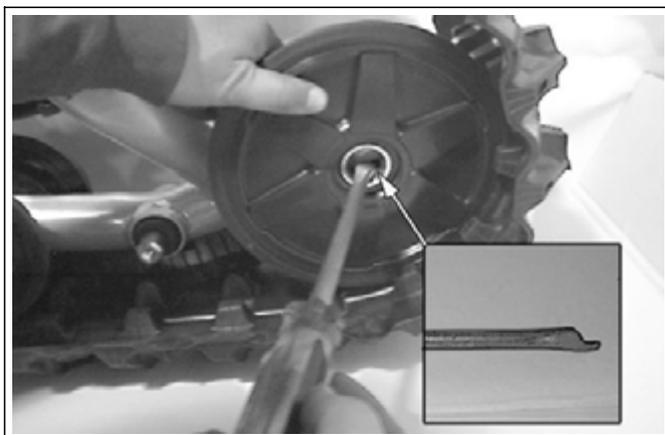

Рис. 22
- Работая с задней гусеничной тележкой, нужно вновь установить колеса диаметром 133 мм (как на Рис.22).
НА ЗАМЕТКУ: Желательно сменить жало отвертки и установить такое, как показано на рис.22 (с зубом): это поможет решить задачу постановки колёс на их оси. Можно также использовать крестовую отвертку подходящего размера.